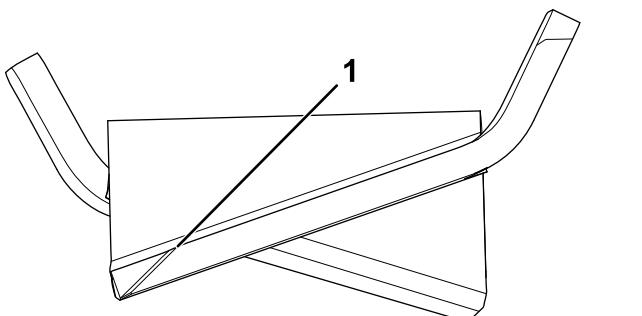

図 106
1. ブレードは、両端部の刃先をやすりまたは研磨機で磨く図 106。